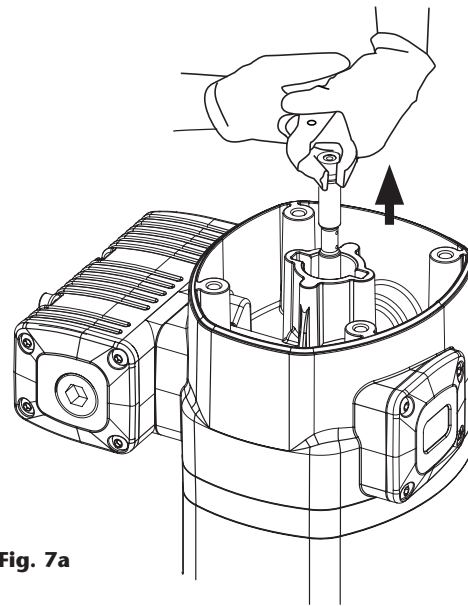

Fig. 7a
1. Desenrosque los cuatro tornillos (2) y quite la tapa (3).
2. Desenrosque el tapón inversor (4).
3. Con ayuda de una mordaza manual sobre el casquillo (5), tire hacia fuera del vástago (40) hasta que aparezca su rebaje central (fig. 7a). Después, con otra mordaza manual agarre el vástago (40) en dicha zona rebajada central para no dañar la superficie destinada al sellado y desenrosque el casquillo (5) (fig. 7b).
4. Deseche la tórica (6) y el aro (7), y use otros nuevos posteriormente al volver a montar.
5. Desenrosque los cuatro tornillos (55). Tire hacia arriba del cabezal motor (13) hasta liberarlo junto con la brida (36).
6. Quite el casquillo inversor (9). Sustituya las juntas (8) y (10) de este casquillo.
7. Desenrosque los cinco tornillos (37) y separe el cuerpo motor (13) de la brida (36). Extraiga la arandela (32) y sustituya la junta (8).
8. Retire el cilindro (50) sujetando con cuidado el émbolo (45). Sustituya la junta (44) de dicho émbolo.
9. Vuelva a montar el conjunto en sentido inverso, aplicando fijador de rosca en los tornillos (37), casquillo (5) y tapón inversor (4).